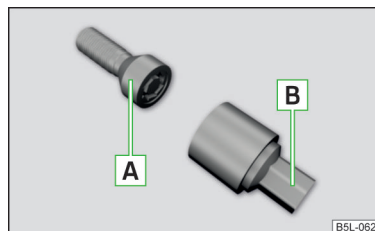

Fig. 173
Șuruburile de roată antifurt protejează roțile față de un furt. Aceste șuruburi pot fi slăbite, respectiv strânse cu ajutorul adaptorului **B** » fig. 173.
- Introduceți adaptorul **B** » fig. 173 cu partea dințată în coroana interioară dințată a șurubului de roată antifurt **A**.